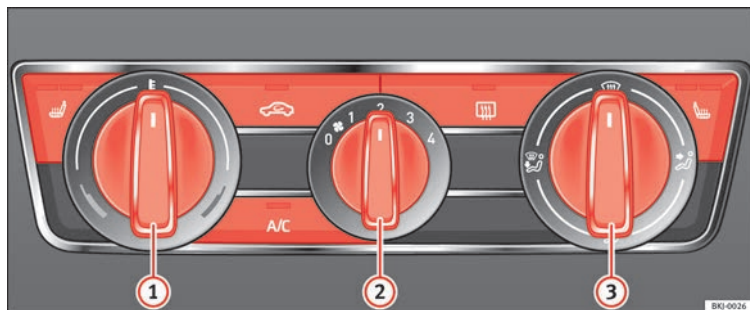

Abb. 168 Bedienelemente Klimaanlage in der Instrumententafel.
- Schalten Sie die Kühlanlage mit der Taste **A/C**  **Abb. 168** aus (die Kontrollleuchte in der Taste erlischt).